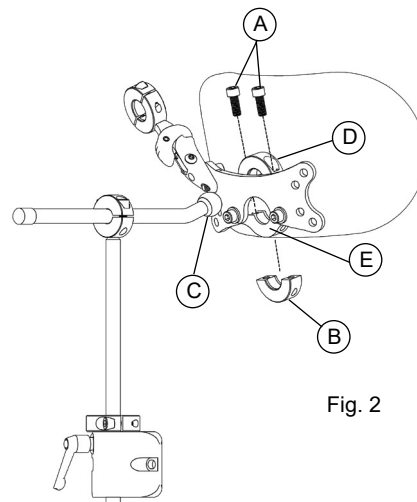

Fig. 2
2. Se Fig. 2. Løsne skruene (Fig. 2, A) og fest kulen (Fig. 2, B) mellom de to kragehalvdelen på lateralfestet (Fig. 2, C), og stram til. Ikke stram kragehalvdelen helt før de er tilpasset personen, slik at kulestangen kan justeres.
3. Skyv kragedekslet (Fig. 2, D) av kragen og over på den bøyde kulestangen (Fig. 2, E).
4. Løsne krageskruene (Fig. 2, F). Løsne skruene kun så mye at kulen kan skyves inn. Dette er enklere enn å ta de to kragehalvdelen helt fra hverandre.
5. Fest de to kragehalvdelen (Fig. 2, G) jevnt rundt kulen. Se side 13.